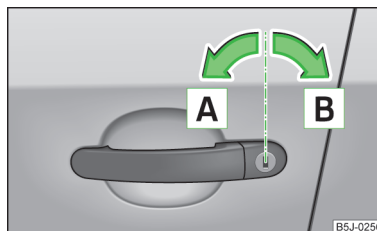

Fig. 10
- Girar la llave en el bombín de cierre de la puerta del conductor en dirección de marcha (posición de desbloqueo) **A** » fig. 10.
- Girar la llave en el bombín de cierre de la puerta del conductor en dirección contraria a la marcha (posición de bloqueo) **[B]** » fig. 10.